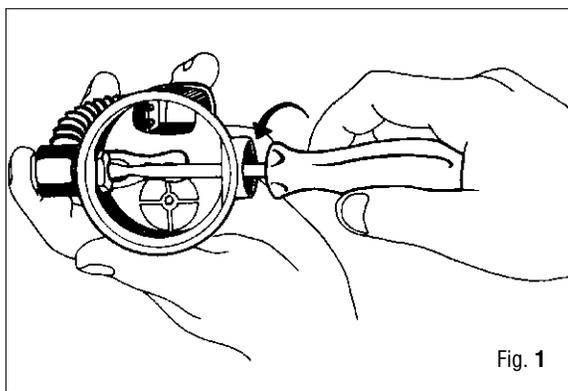

Fig. 1
13. Extraiga de la caja de la 2ª etapa (32) la membrana (36) con el anillo de contención de la membrana (78) y el anillo separador (90).
14. Destornille el tapón de cierre (64) usando la llave de Allen (B-6)
15. Desmonte el OR (72) del tapón de cierre.
16. Empuje presionando ligeramente hacia el interior de la caja de la 2ª etapa el casquillo roscado (87) y desmonte el OR (83) de su asiento en la caja de la 2ª etapa.
17. Con la llave especial (B-12) destornille la tuerca de regulación (33) de la varilla de la válvula de la 2ª etapa (30), quite la leva de regulación (35), la arandela (34) y el muelle (31). (Fig. 1).